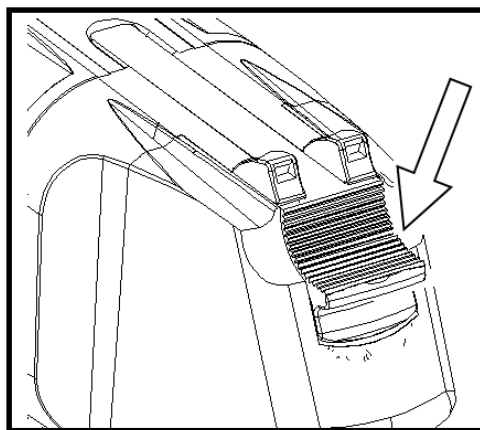

Рисунок 2 – Открывание кассеты пистолета
3.1.1 Нажав на защёлку оружия, откиньте кассету до упора (см. рисунок 2).